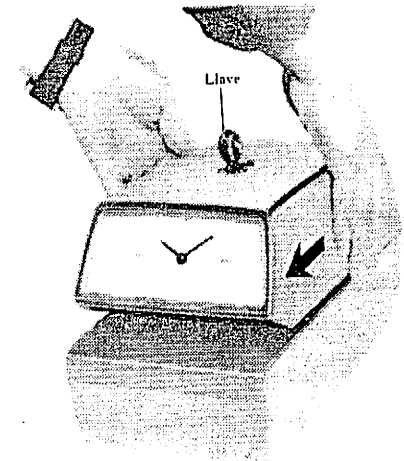

Fig. 1
(Ver Fig. 1,2 y 7)
2. COMO SACAR LA CUBIERTA (Ver Fig. 1)